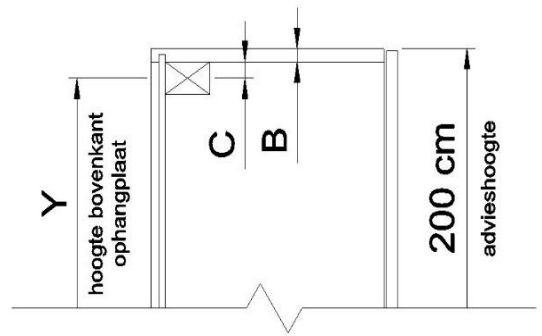

FIG.8
3. Mesurez à présent la distance depuis la face supérieure de l'armoire (demi-)haute jusqu'à la face supérieure du crochet de suspension. (cf. figures 8 et 9). ATTENTION : pour la colonne demi-haute avec tiroir, le crochet est plus bas (cf. figure 10).